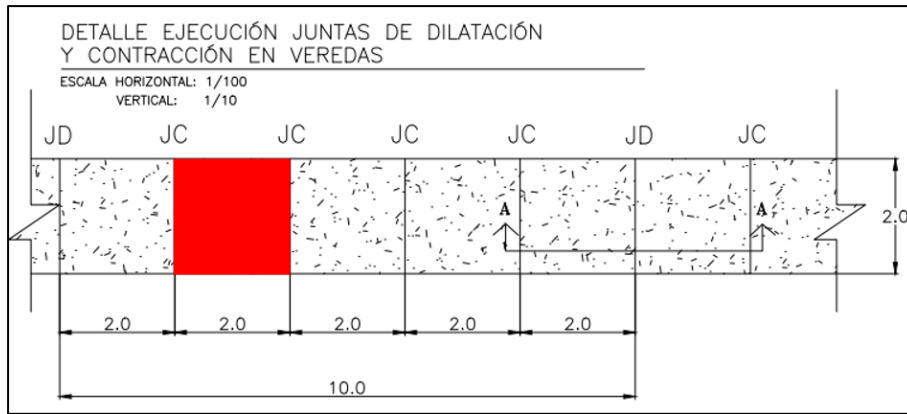

Figura 3
2.2. En cuanto a la intervención de la vereda existente, se observa que la reposición contempla solo una porción del paño existente. Por tanto, se deberá considerar la reposición del pastelón completo intervenido (entre juntas de contracción). (ver figura 3)